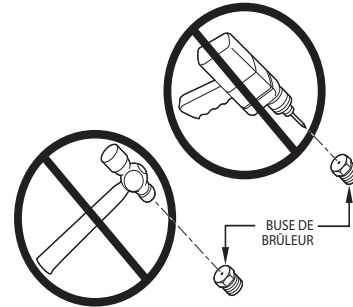

Fig. 61 – Trou de la buse
- 1. Retirez les bouchons de vidange central et supérieur de la boîte collectrice, à l'opposé du siphon de condensat. Consultez la Fig. 61.
- Raccordez le tube de 16 mm (5/8 po) de diamètre intérieur, fourni sur place, accompagné de son entonnoir, au raccord d'évacuation supérieur de la boîte collectrice (consultez la Fig. 61).